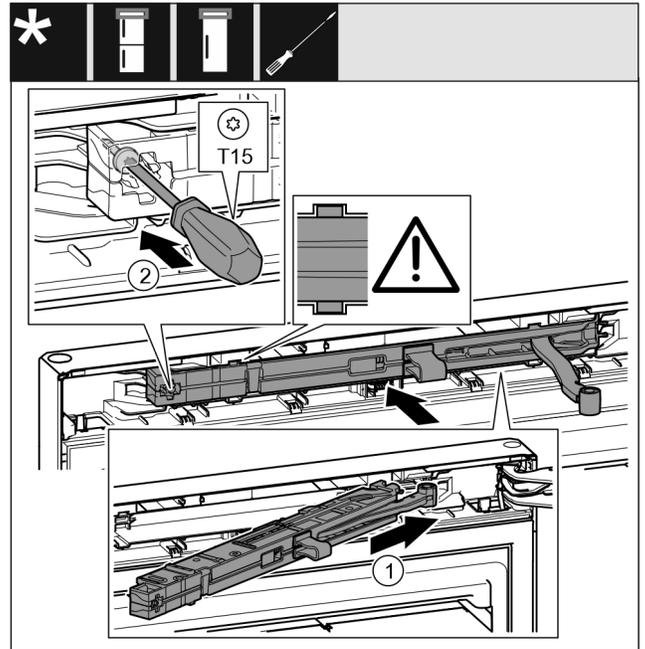

Fig. 19
- ▶ Introduire à fond l'amortisseur de fermeture du côté du support de palier dans la rainure en l'inclinant. Fig. 19 (1)
- ▶ Serrer la vis avec un tournevis T15. Fig. 19 (2)